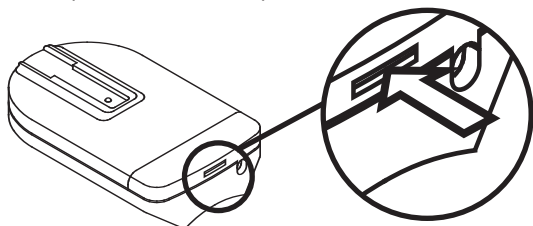

Fig. 2
Étape 5-1 Tourner la télécommande à l'envers Fig. 2
Étape 5-3 Fixer la pince pare-soleil à la télécommande Fig. 2